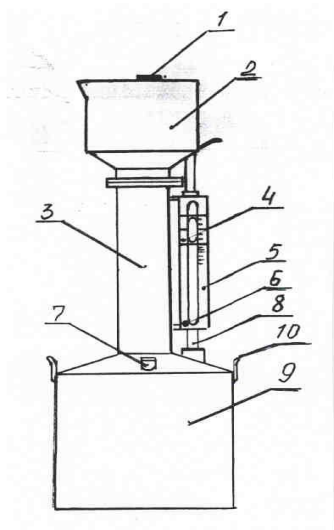
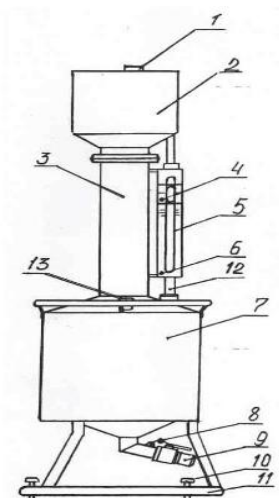

Рис.5 Мерник М2Р, шифр «СШ»,
Рис. 6 Мерник М2Р шифр «СШ»
Мерники с шифром «СШ» (рис.5 и 6) снабжены температурными шкалами для «Б» - бензина и «ДТ» - дизтоплива. Они предназначены для поверки топливно-раздаточных колонок (ТРК) или других дозаторов бензина и дизельного топлива с учетом температуры рабочей жидкости.
Мерники с шифром «СШ» изготавливаются вместимостью 10, 20 и 50 дм³ (рис. 5, 6) Мерники М2Р-10-СШ (рис.5) состоят из резервуара (9), горловины (3), водомерной трубки (8), температурной шкалы (5), пеногасителя (2), ампулы уровня (7). Для удобства в работе мерники оснащены подвижным визиром (4). Мерники с температурной шкалой и номинальной вместимостью 20 и 50 дм³ (рис. 6) крепятся на станине (11), снабженной тремя регулировочными винтами (домкратами) (10) и оснащены сливным краном (9). Положение температурной шкалы фиксируется винтами и пломбируется пломбой (6). Температурная шкала позволяет проводить поверку ТРК при температуре жидкости (бензина и дизельного топлива) в диапазоне от – 20..+ 30°С. Номинальная вместимость мерников с шифром «СШ» определяется уровнем, который соответствует положению риски +20°С на шкале «ДТ» и «Б».
Перед началом работы мерники следует смочить рабочей жидкостью и установить в вертикальное положение. Рабочую жидкость через раздаточный кран ТРК подают непосредственно в заливной патрубок (1) пеногасителя (2) (рис.5,6) и замеряют температуру рабочей жидкости внутри резервуара с помощью термометра в течение 1-2 мин на уровне около $\frac{1}{2}$ высоты резервуара.